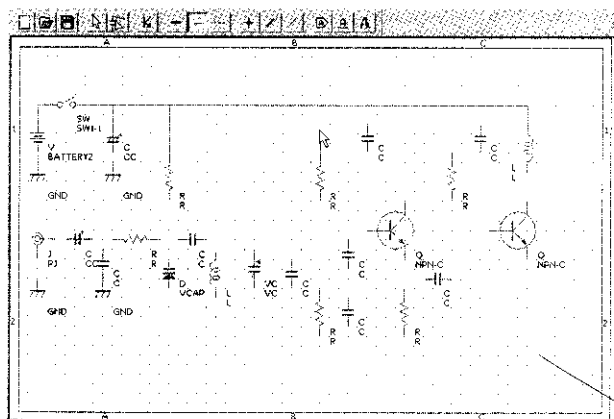

図15 必要な部品を、およその位置を見計らって置いていく部品すべてを描いてから、各部品をつないだほうがよい
② 部品の向きを整えながら、ワイヤでつないでいきます(図15)。